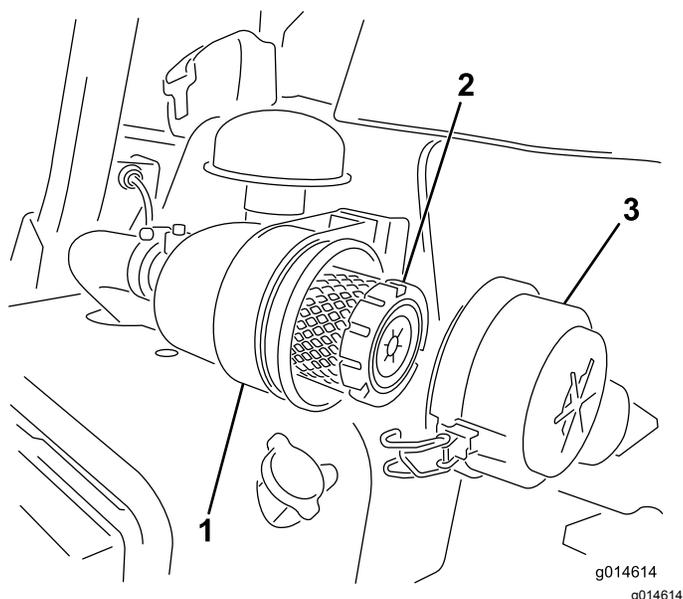

Bild 27
1. Lösen Sie die Riegel, mit denen die Abdeckung des Luftfilters am Luftfiltergehäuse befestigt ist (Bild 27).
7. Befestigen Sie die Laschen (Bild 27).